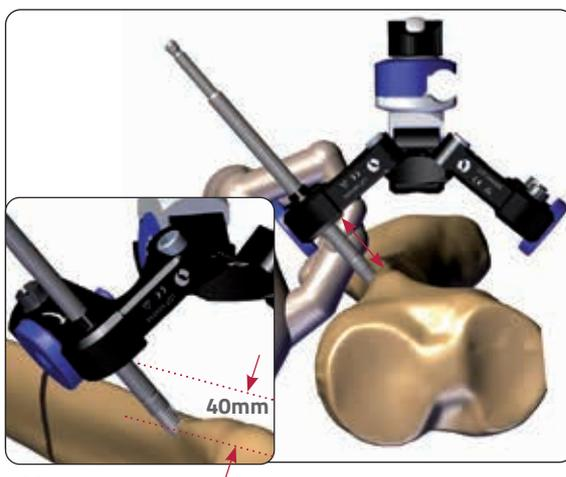

Abb. 4
Bringen Sie die großen Multischraubenbacken (93566) an der ersten Schraube an und arretieren Sie den Metallring am Arm im Uhrzeigersinn. **(Abb. 4)**
**(Abb. 4)**